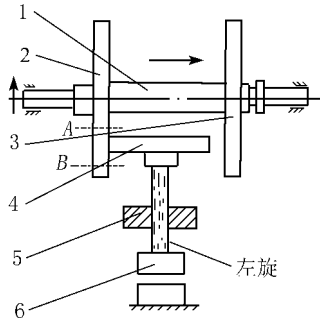

图 1-3
2. 如图 1-3 所示为摩擦压力机,当主动轴按图示方向转动时,试分析下列问题: